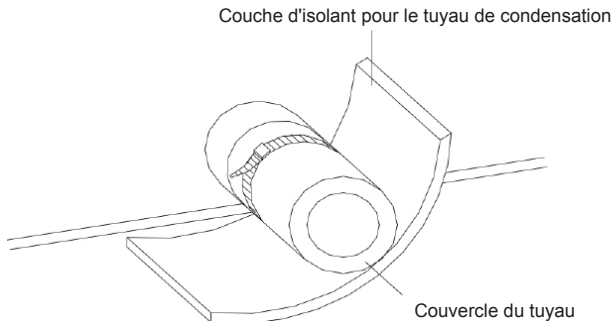

Fig. 13 Isolation thermique du tuyau de condensation
a. Le tuyau de condensation doit conserver une inclinaison comprise entre  $5\sim 10^\circ$ , afin de faciliter l'évacuation de la condensation d'eau. Les joints du tuyau de condensation doivent être isolés avec un matériau isolant afin d'éviter la condensation (voir Fig. 13).